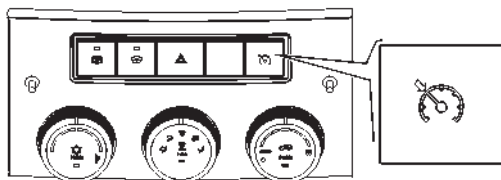

Рис. 3.17. Выключатель выбора функции «Круиз-контроль»
- выключатель выбора функции «Круиз-контроль» (рис. 3.17). Служит для управления функциями КК.
выключателя «Круиз-контроль» (рис. 3.17). Повторное нажатие на выключатель «Круиз-контроль» приводит к выключению функции КК.